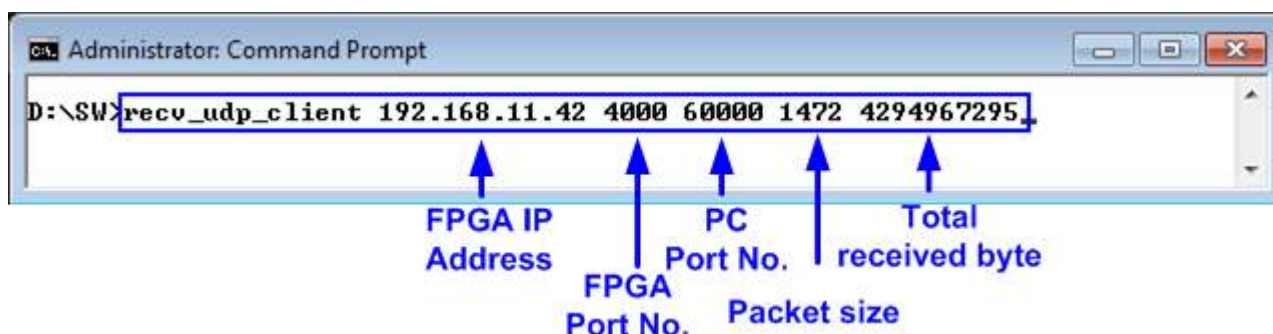

図 4-4: 非ジャンボ・フレームでの"recv_udp_client"コマンドライン
- PC 側の DOS 窓を開き、“recv_udp_client”テスト・アプリケーションを図 4-4 の引数で実行します。